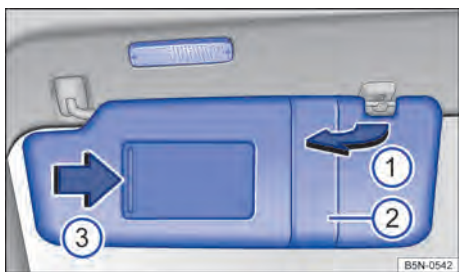

Fig. 86 No revestimento do teto: para-sol.
- Retirar do suporte e girar na direção das portas ⇒ Fig. 86 ①.